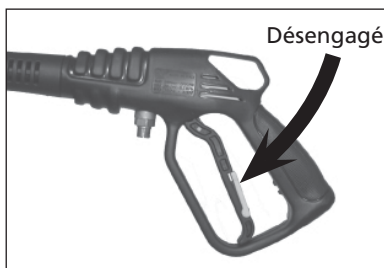

Figure 11 - Gâchette déverrouillée
7. Démarrer le moteur. Déverrouiller le verrou de sécurité de la gâchette du pistolet (Voir Figure 11). Agripper la corde de lancement et mettre un pied sur le châssis. Pointer le pistolet dans une direction sûre. Tout en pressant sur la gâchette du pistolet, tirer sur la corde de lancement rapidement et fermement (Voir Figure 12). Continuer à tenir la corde tandis qu'elle revient. Répéter ces étapes jusqu'à ce que le moteur démarre.